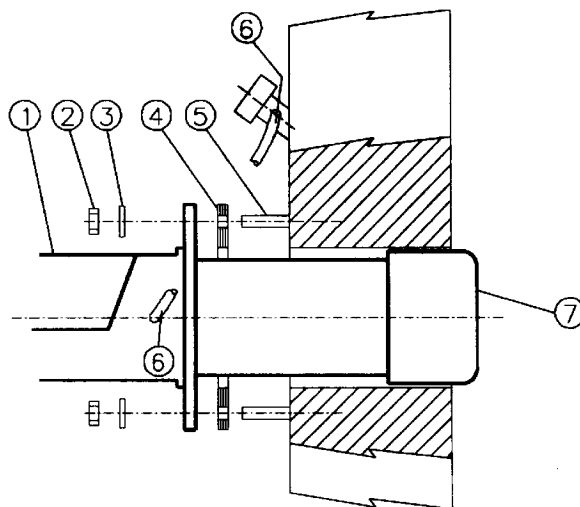

Рис. 18
- 4). закрепить ее с помощью гаек к крепежным винтам котла, согласно схеме на Рис. 18.